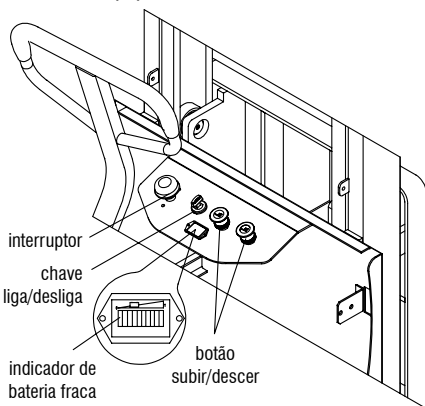

Fig. 3 – Painel de controle
- Confira se há eletricidade nas baterias, destrave a porta semielétrica e verifique o coulômetro no painel de controle da empilhadeira. Se uma barra na extremidade esquerda estiver brilhante, isso indica que não há eletricidade (veja a Fig. 3) e que o carregamento deve ser feito imediatamente. É estritamente proibido operar a empilhadeira sem eletricidade, pois isso reduzirá muito a vida útil das baterias e até mesmo poderá danificá-las.